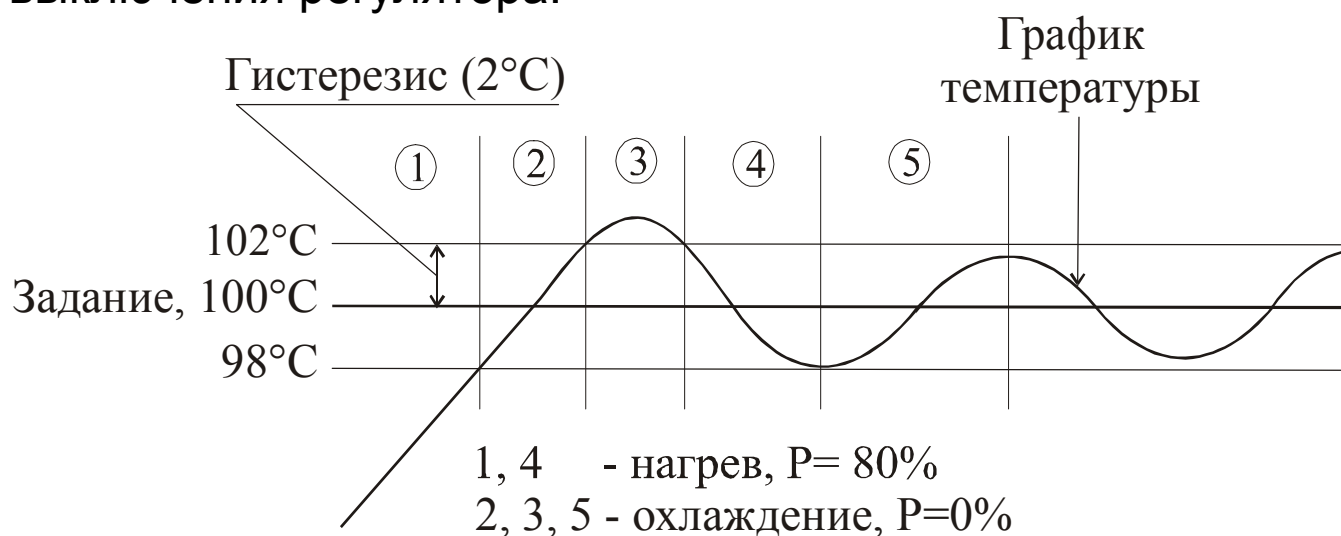

Рис. 4.2. Пример регулирования
4.4.1. Прибор использует 2-позиционный закон регулирования с опережающим регулированием и ШИМ-управлением мощностью. На рис. 4.2 показан пример регулирования в режиме управления нагревателем при заданном значении температуры 100°C , гистерезисе 2°C и ограничении мощности 80%. При включении регулятора (зона 1) начинается нагрев мощностью 80% от номинальной мощности нагрузки и продолжается до достижения температуры 98°C (температура задания минус гистерезис). Затем (зона 2) нагрев выключается, так как температура достигла зоны гистерезиса и продолжает расти. Температура растет еще некоторое время и может выйти за пределы зоны гистерезиса (зона 3). Когда температура перестанет расти и уменьшится до 102°C (температура задания плюс
4.4.2. Ограничение мощности (80% мощности в зонах 1, 4 на рис. 4.2) регулятор производит методом широтно-импульсной модуляции с периодом в 1 секунду, пропуская заданное число полупериодов сетевого напряжения. Для примера на рисунке 4.3. показана форма напряжения на нагрузке при значении мощности 3%. Из каждых 100 полупериодов сетевого напряжения в нагрузку будут выданы 3.